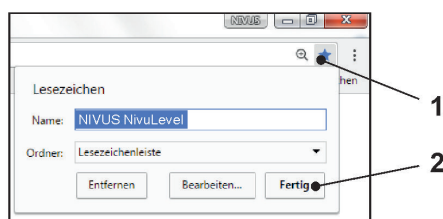

Abb. 29-25 Favorit einrichten
7. Zum Einrichten eines Favoriten im Browser (für einen direkten Zugang) den Stern für „Favoriten“ (Abb. 29-25 Pos. 1) antippen (am Beispiel Google Chrome) und mit „Fertig“ bestätigen (Abb. 29-25 Pos. 2).